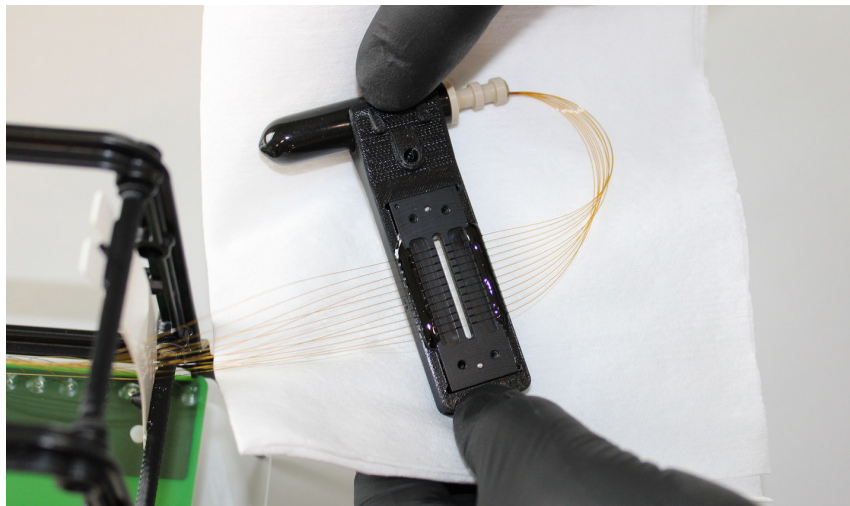

Figura 99 Finestra del capillary array con dietro un panno di carta
- 6 Mettere un panno di carta dietro la finestra del capillary array come mostrato nella **Figura 99**.